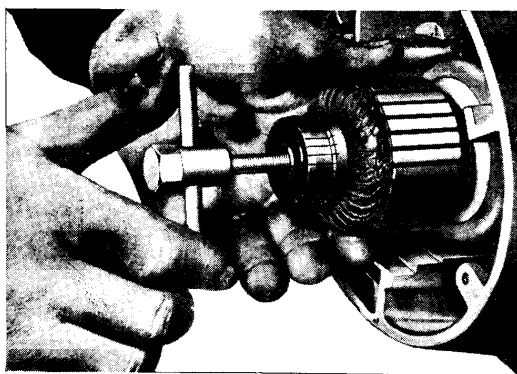

Bild 32-4. Avdragning av ankare.
6. Skruva in dragaren S-48 i generatorankarets gänga och vrid åt höger till dess ankaret glider av axeltappen. För att ankaret inte skall vrida sig fasthålls det med handen, bild 32-4. Lägg in ankaret så snart som möjligt i statorn, så att generatorn inte skadas och håll dessa komponenter skilda från övriga delar.